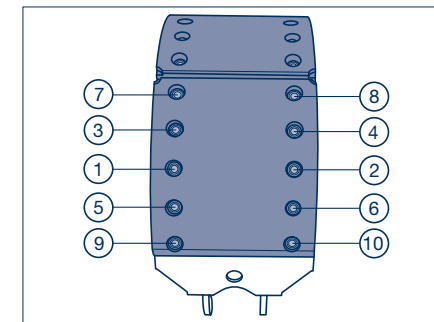

Рисунок 22
- [17] Вставить все заклепки и зафиксировать путем загибания кромок. Закрепить тормозную накладку (350) заклепками с учетом последовательности установки заклепок (рисунок 22).